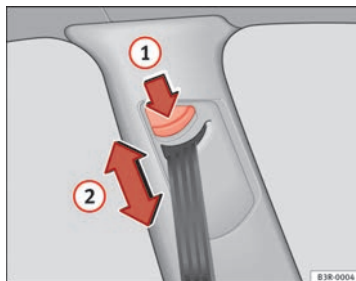

Fig. 16 Ajuste de la altura del cinturón (dispositivo-guía)
- Pulse la tecla ⇒ **fig. 16 ①** para ajustar la altura del cinturón.
- Desplace el dispositivo-guía hacia arriba o hacia abajo, de modo que la banda del hombro se deslice aproximadamente por el centro del mismo, pero **en ningún caso sobre el cuello** ⇒ **fig. 16 ②** ⇒ **△** en Colocación de la banda del cinturón de la página 25.